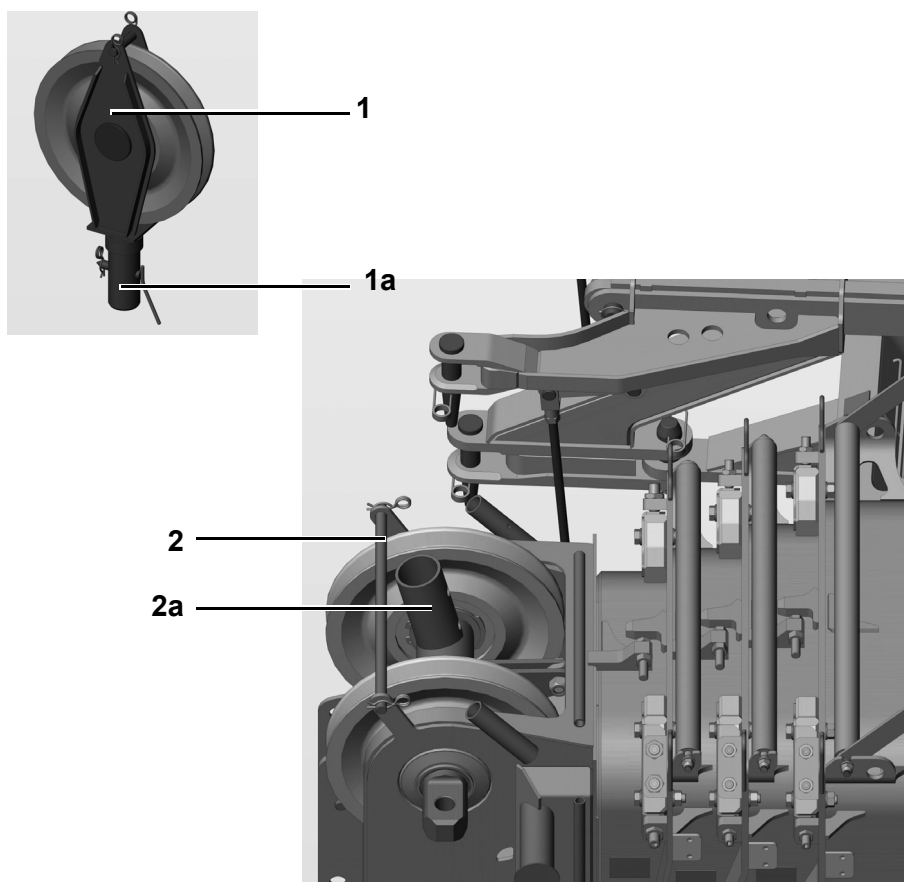

Fig. 144 Elementos da polia defletora
| 4 | Solte e retire a proteção do cabo (2) na Fig. 144 na polia superior do cabeçote da polia. |
| 5 | Forneça uma polia de deflexão (1) na Fig. 144 e eleve-a até o lugar usando um equipamento de elevação adequado. |
| 7 | Empurre a polia defletora (1a) na Fig. 144 para dentro do tubo guia (2a) na Fig. 144 na cabeça da lança volante. |